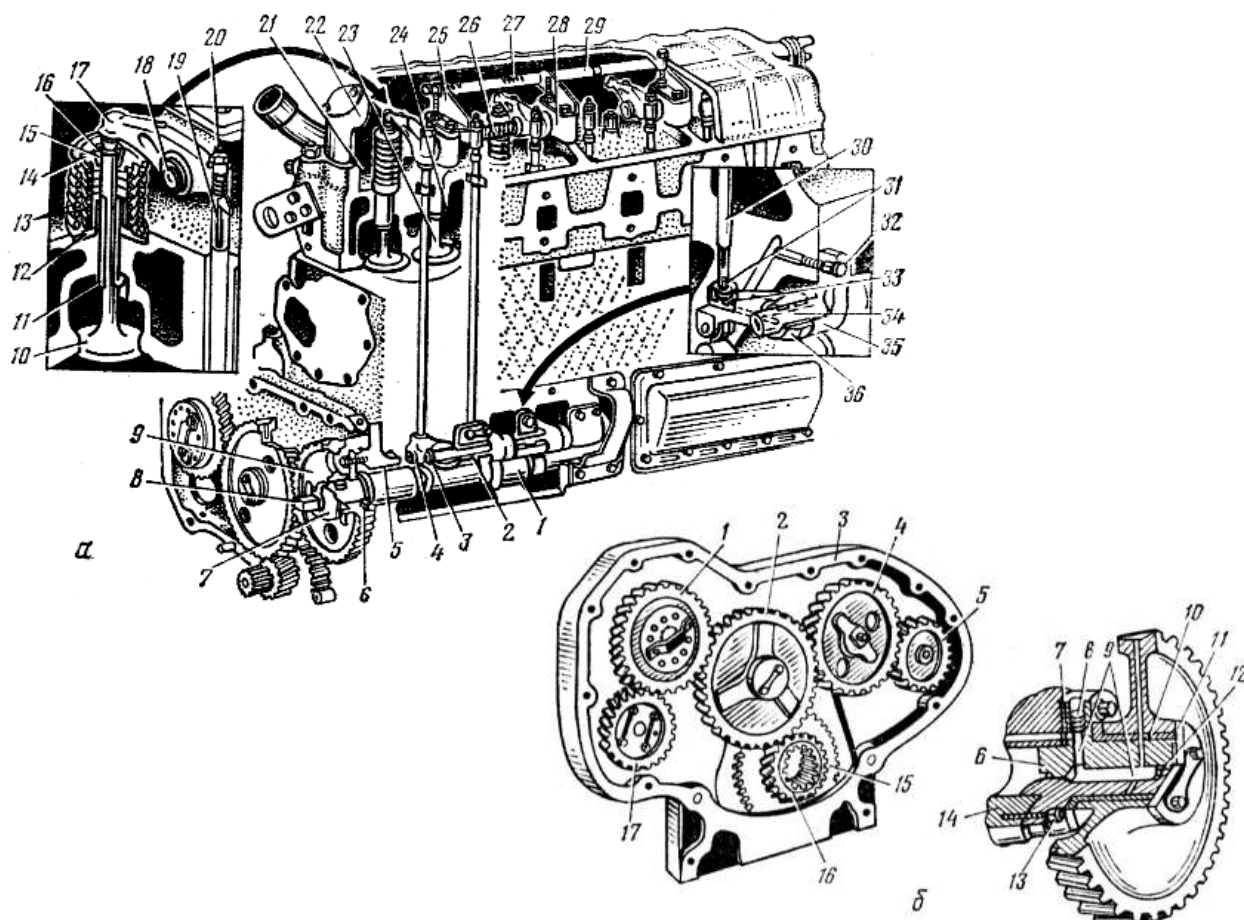

Рисунок 8 - Газораспределительный механизм двигателя А-41:
6. Уясните устройство механизма газораспределения (рисунок 8, а). Рассмотрите детали клапанного механизма. Запомните: для лучшего наполнения цилиндров свежим зарядом воздуха впускной клапан имеет больший диаметр тарелки, чем выпускной.
Обратите внимание на устройство втулок распределительного вала и их расположение в блок-картере. Уясните конструкцию и расположение распределительных шестерен (рисунок 8, б).